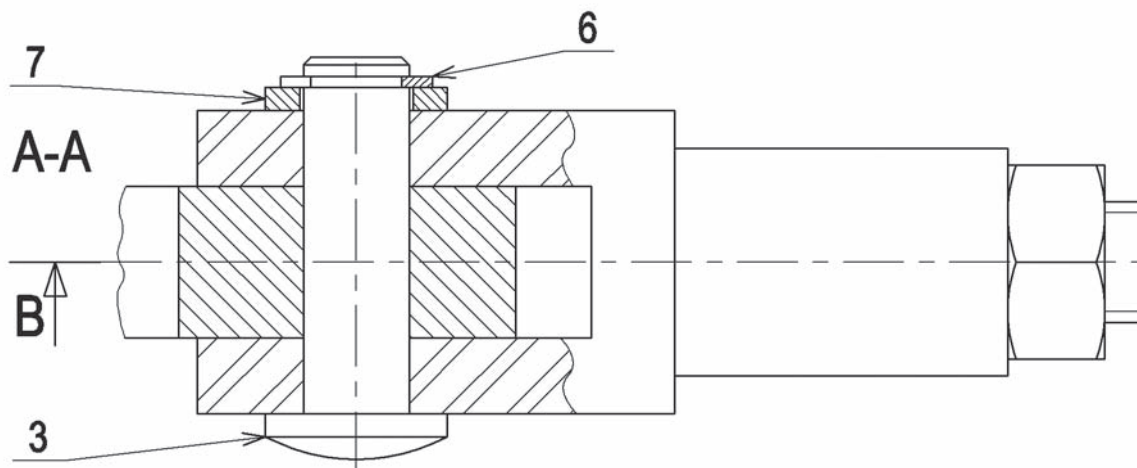

Figure 13.6
La figure 13.6 représente la vue de dessus coupe locale A-A à l'échelle 2.
- En mesurant les cotes sur la figure 13.6 et en divisant par 2, écrire la désignation normalisée de l'anneau élastique.
- Mesurer sur le dessin de la figure 13.6 la largeur de cette gorge :